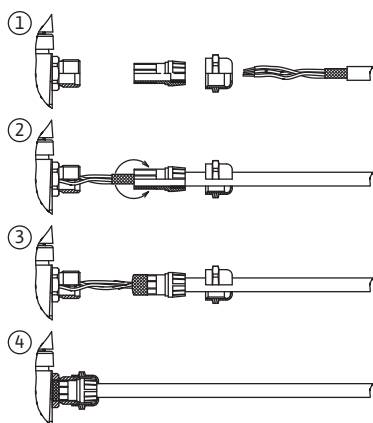

Рис. 19: Экранирование кабеля
- Экран следует установить с обеих сторон на резьбовом вводе для кабеля, соответствующем предписаниям по электромагнитной совместимости, на модуле (рис. 19) и на другом конце. Кабели для SBM и SSM не должны быть экранированы